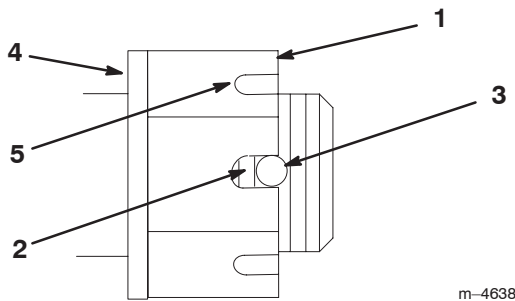

Figure 48
4. Serrez le boulon crénelé à 170 Nm (125 pieds-livre) (Fig. 48).
**Remarque :** On ne doit pas voir plus de 2 filets (Fig. 48).
6. Si plus de 2 filets sont visibles, enlevez l'écrou et placez une rondelle entre le moyeu et l'écrou (Fig. 48).
7. Serrez le boulon crénelé à 170 Nm (125 pieds-livre) (Fig. 48).
8. Serrez l'écrou jusqu'à ce que le jeu de fentes suivant soit en face du trou de l'axe (Fig. 48).